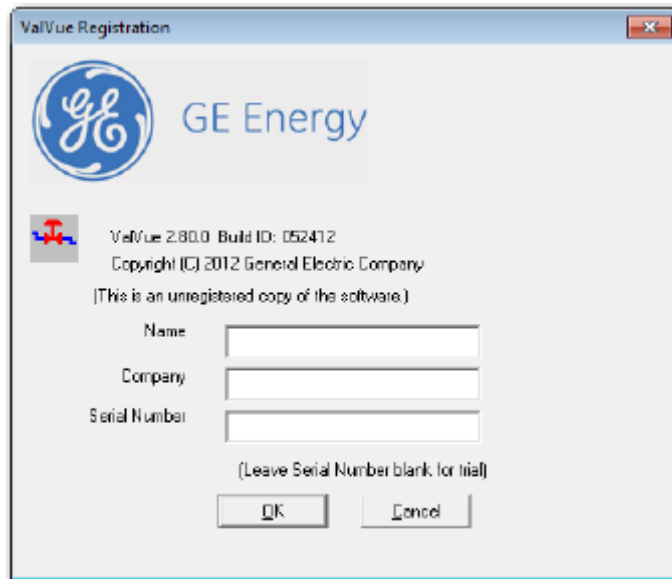

图 53 ValVue 注册
2. 从程序组选择 ValVue，双击开始，出现图 53 对话框。